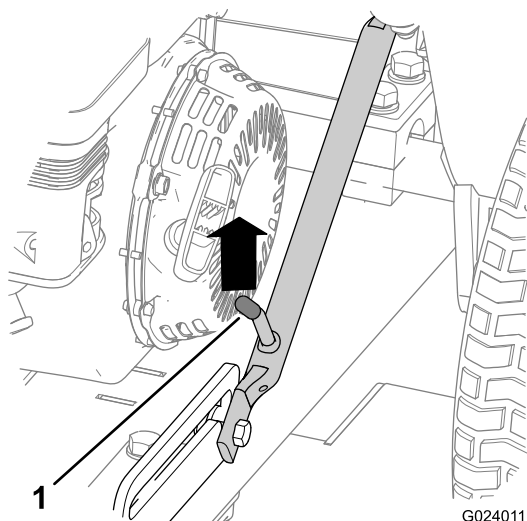

Figura 18
1. Empuje la barra de tracción hacia arriba hasta que la palanca de cierre se desenganche de la muesca de la guía (Figura 18).
5. Levante la barra de tracción (Figura 23) hasta que la palanca de cierre se bloquee en la muesca de la guía (Figura 18).